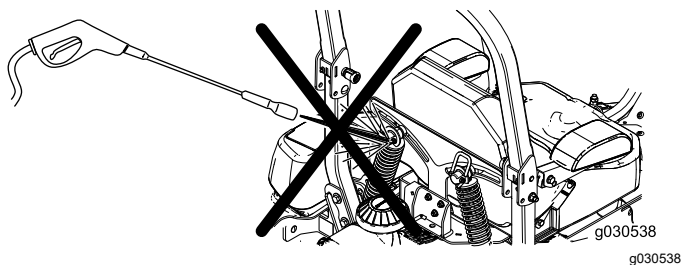

Figura 86
**Nota:** Não limpe os conjuntos dos amortecedores com água sob pressão (Figura 86).